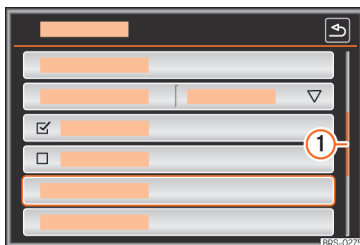

Abb. 180 Listeneinträge eines Einstellungs-menüs.
Auf der rechten Seite befindet sich die Scroll-Leiste, deren Größe von der Anzahl der Listeneinträge abhängt »» Abb. 180 ①.